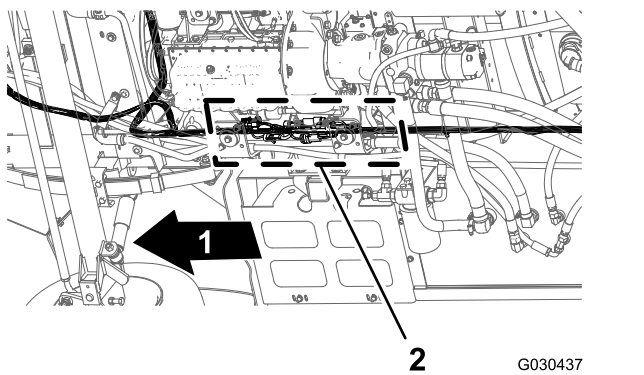

Figure 104
- En passant sous la machine, le long du tube de cadre droit, localisez les connecteurs pour les faisceaux avant et arrière de la machine (Figure 104).